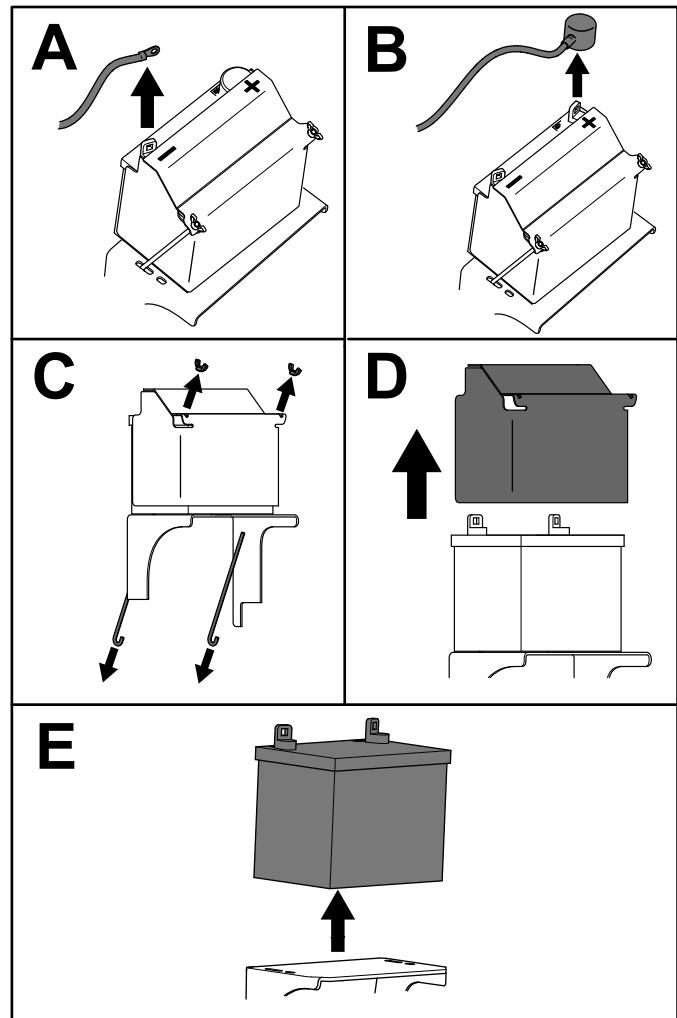

Рисунок 48
- Снимите аккумулятор, как показано на Рисунок 48.